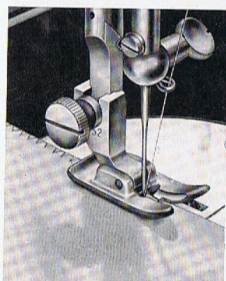

Abbildung 19
5. Beketteln (Versäubern) von Stoffkanten (Abb. 19)